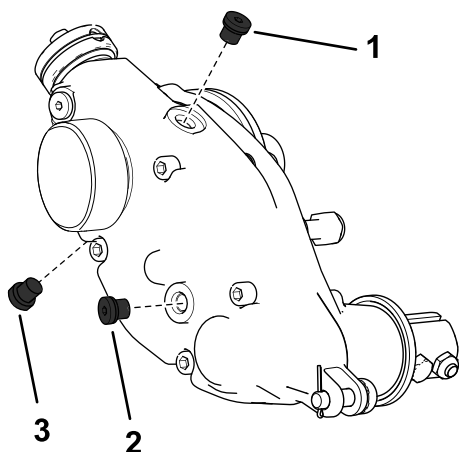

Bild 28
2. Entfernen Sie die Ablassschraube unten am Gehäuse (Bild 28).
3. Entfernen Sie die Füllschraube an der Seite des Gehäuses und lösen Sie die Entlüftungsschraube oben, damit Luft eindringen kann (Bild 28).